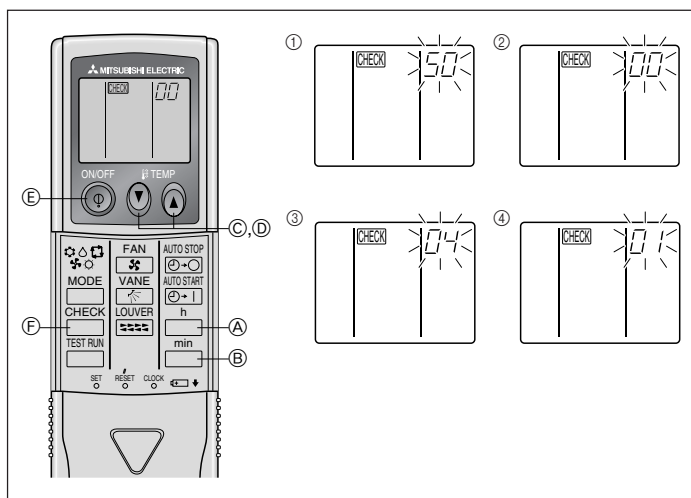

Fig. 6-9
- ⑧ Πιέστε το κουμπί MODE E και ο τρόπος λειτουργίας καθώς και ο αριθμός ρύθμισης (I) και (II) θα ανάβουν συνεχώς για να μπορούν να επιβεβαιωθούν οι επιμέρους ρυθμίσεις.
- ⑨ Πιέστε ταυτόχρονα τα κουμπιά FILTER (Φίλτρο) A και TEST RUN (Δοκιμαστική λειτουργία) B για τουλάχιστον δύο δευτερόλεπτα. Η οθόνη επιλογής λειτουργίας θα εξαφανιστεί προσωρινά και θα εμφανιστεί η οθόνη OFF του κλιματιστικού.
2) Για το τηλεχειριστήριο (Fig. 6-9)
- ① Πηγαίνετε στον τρόπο ρύθμισης λειτουργιών. Πιέστε το κουμπί (ΕΛΕΓΧΟΣ) F δύο φορές συνεχόμενα. (Εκτελέστε αυτή τη λειτουργία όταν δεν υπάρχει ένδειξη τηλεχειριστήριου.) Η ένδειξη **CHECK** ανάβει και αναβοσβήνει το "00". Πιέστε μία φορά το κουμπί temp C για να ορίσετε την τιμή "50". Σκοπεύσατε το τηλεχειριστήριο προς τον αισθητήρα της εσωτερικής δέκτης και πιέστε το κουμπί A.
- ② Ρύθμιση του αριθμού της μονάδας. Πιέστε το κουμπί temp C και D για να ορίσετε τον αριθμό μονάδας "00". Σκοπεύσατε το τηλεχειριστήριο προς τον αισθητήρα της εσωτερικής δέκτης και πιέστε το κουμπί B.
- ③ Επιλογή τρόπου λειτουργίας. Γράψτε το 04 για να αλλάξετε την τάση τροφοδοσίας χρησιμοποιώντας τα κουμπιά C και D. Σκοπεύσατε το τηλεχειριστήριο προς τον αισθητήρα της εσωτερικής δέκτης και πιέστε το κουμπί A.